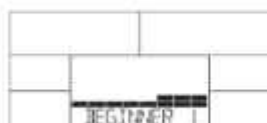

Рисунок 13
2. Используйте кнопки Up или Down для выбора спортивной программы (1-4, рисунок 13). Нажмите кнопку подтверждения.